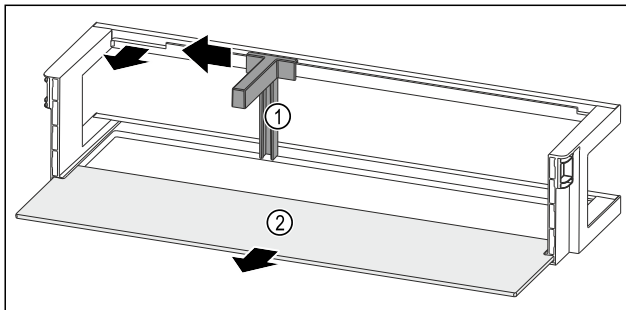

Fig. 160 Türabsteller mit Flaschenhalter und Abstellfläche
- ▶ Flaschenhalter Fig. 160 (1) bis zur Aussparung zur Seite schieben.
- ▶ Flaschenhalter Fig. 160 (1) entnehmen.
- ▶ Abstellfläche Fig. 160 (2) entnehmen.